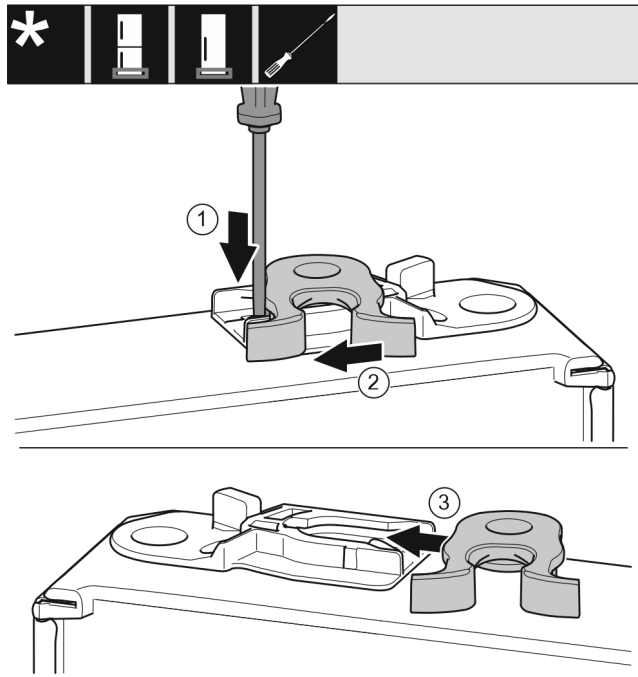

Fig. 24 *
- Pousser la languette Fig. 24 (1) vers le bas avec un tournevis plat.*
- Retirer la gâche Fig. 24 (2) du guide.*
- Pousser la gâche Fig. 24 (3) de l'autre côté dans le guide.*